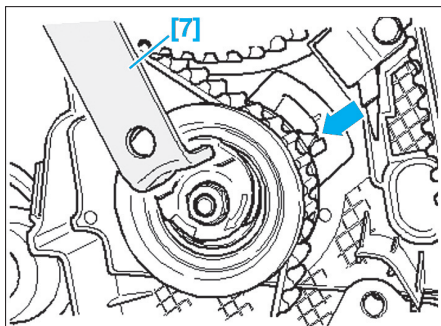

Fig. 16
- À l'aide de la clé à ergots [7], tourner maintenant le galet-tendeur avec précaution dans le sens de la flèche jusqu'à ce que le taquet se trouve au centre de la découpe de l'embase (flèche) (Fig.16).